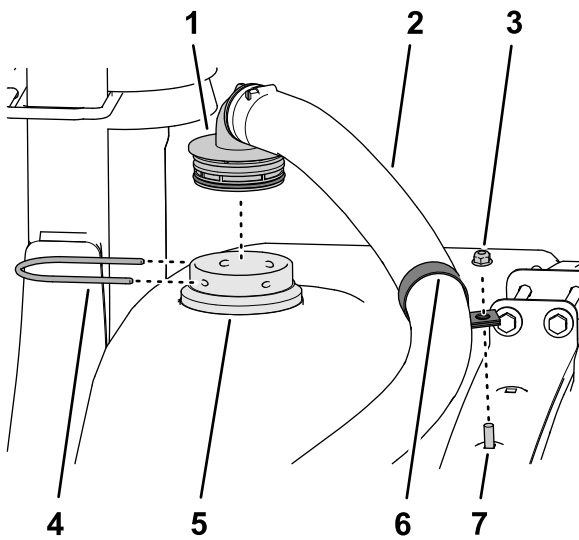

Figura 29
- Instale una abrazadera en R sobre la manguera del eyector (Figura 29).
5. Monte el acoplamiento dentado de 90° de la manguera del eyector en el pasamuros, y sujete el acoplamiento dentado al pasamuros con una horquilla de retención (Figura 29).
6. Monte provisionalmente la abrazadera en R en el perno de cuello cuadrado y sujete la abrazadera (Figura 29) con una contratuerca con arandela prensada (5/16").
Nota: Si es necesario, ajuste la posición de la abrazadera en R para alinear la manguera del eyector (Figura 29).